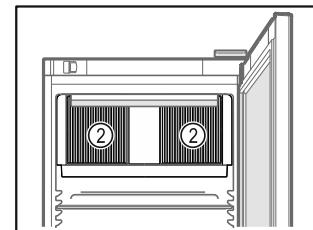

Fig. 61
- Udržiavajte voľné vetracie štrbinu Fig. 61 (2) cirkulačného ventilátora vo vnútornom priestore.